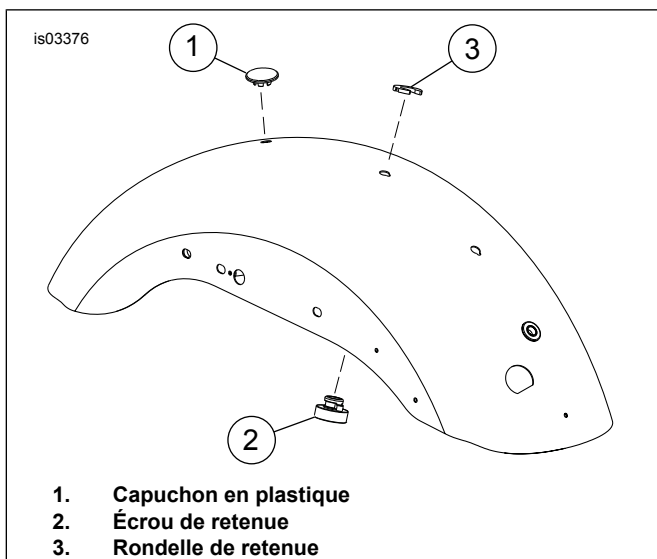

Figure 2. Écrou de retenue et capuchon en plastique (selle solo)
3. **Pour les modèles XL883 et XL883L :** Voir Figure 2. Retirer le bouchon en plastique (1) du trou de garde-boue le plus en arrière et le conserver.
4. Retirer l'écrou de retenue (2) et la rondelle (3) du trou du milieu du garde-boue.